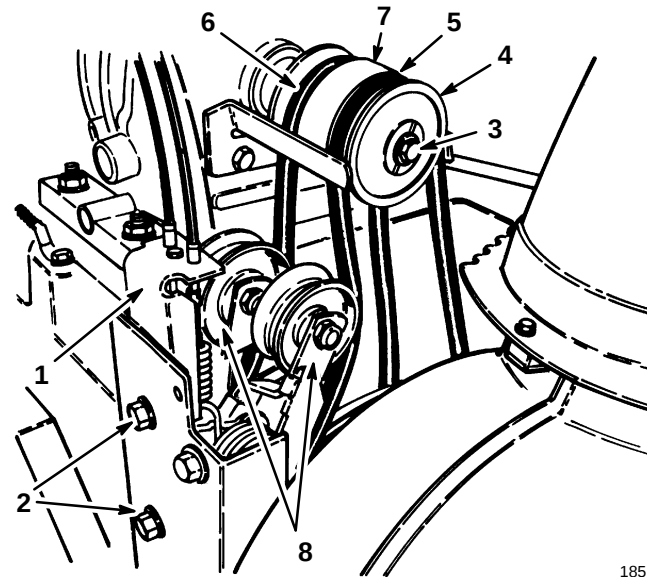

Abbildung 27
4. Die zwei Flanschkopfschrauben entfernen, mit denen der Führungsrollensatz am Motorrahmen befestigt ist, und den Führungsrollensatz entfernen (Abb. 27).
5. Kopfschraube und Sicherungsscheibe entfernen, mit denen die Halbriemenscheibe vorne an der Rolle befestigt ist (Abb. 27).
6. Halbriemenscheibe und Spindel-/Gebläseradriemen von der Kurbelwelle herunterschieben und den Riemen von der Gebläseradriemenscheibe abnehmen (Abb. 27).
7. Wenn der Radantriebsriemen ausgetauscht wird, den mittleren Rollenabschnitt und den Riemen von der Kurbelwelle herunterschieben und den Riemen von der Getriebscheibe abnehmen (Abb. 27).
9. Wenn der Radantriebsriemen ausgetauscht wird, den Riemen an der Getriebscheibe und der mittleren Scheibe anbringen und die mittlere Scheibe auf die Kurbelwelle schieben (Abb. 27).
13. Den Führungsrollensatz am Motorrahmen anbringen und mit den zwei Flanschkopfschrauben befestigen (Abb. 27).